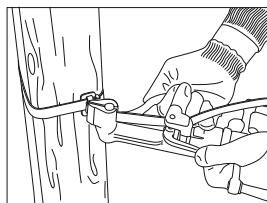

Рисунок 6
- после достижения необходимого натяжения согнуть ленту монтажную вокруг скрепы / бугеля в противоположную от натяжения сторону и отрезать лишнюю часть (рисунок 6);